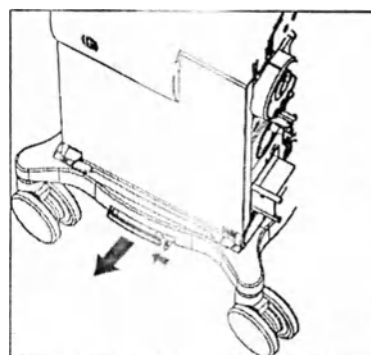

Рис. 5-2 Ручка высвобождения консоли
2. Чтобы снять консоль вместе с присоединенным набором аккумуляторов, оставьте рычаги снятия фиксации на консоли в закрытом положении. Потяните за ручку высвобождения консоли у основания тележки, нажав на лапку справа от ручки и потянув ручку наружу (См. Рис. 5-2). Поднимите консоль помпы вертикально вверх (для этого ухватитесь за консоль помпы вдоль верхнего края передней и задней панели), снимите с тележки и положите внизу рядом с тележкой. Перейдите к действию 5.
4. Чтобы снять набор аккумуляторов с тележки, потяните ручку высвобождения консоли, расположенную непосредственно под набором аккумуляторов (См. Рис. 5-2). Обеими руками поднимите набор аккумуляторов. Положите набор аккумуляторов на сухую ровную поверхность. Поднимите рычаги снятия фиксации вверх, в разблокированную позицию. Чтобы заново присоединить набор аккумуляторов к консоли, поднимите консоль помпы (для поднятия ухватитесь за консоль помпы вдоль верхнего края передней и задней панели) и осторожно опустите прямо на набор аккумуляторов. После плотного контакта переведите рычаги снятия фиксации в закрытое положение. Проверьте целостность электрической цепи, переведя выключатель аппарата IABP в положение ON. Если система не включается, поднимите рычаги снятия фиксации, поднимите и снова опустите консоль помпы. Повторяйте эти действия вплоть до получения правильного соединения.